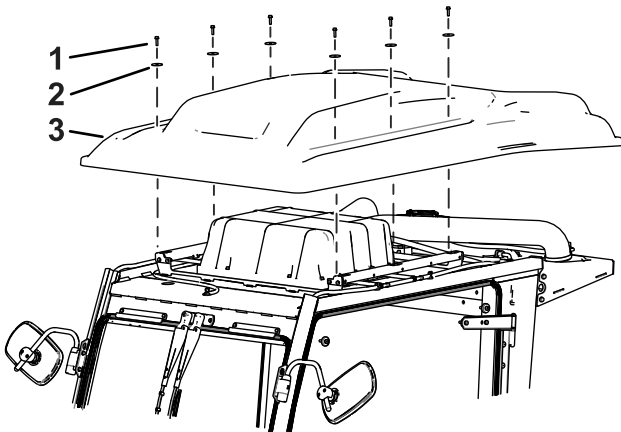

Figure 11
2. Déposez le toit de la cabine, comme montré à la Figure 11.
21. Reposez le toit de la cabine (Figure 11).
3. Reposez les panneaux latéraux (Figure 11).